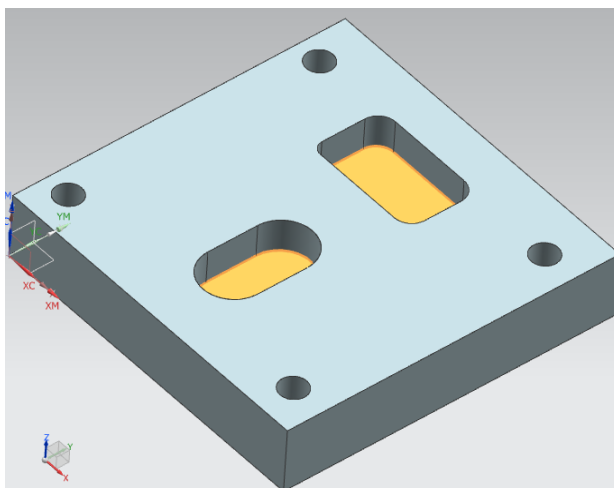

Рисунок 44 Выбор граней
6. Выберите две грани, указанные ниже (рисунок 44).